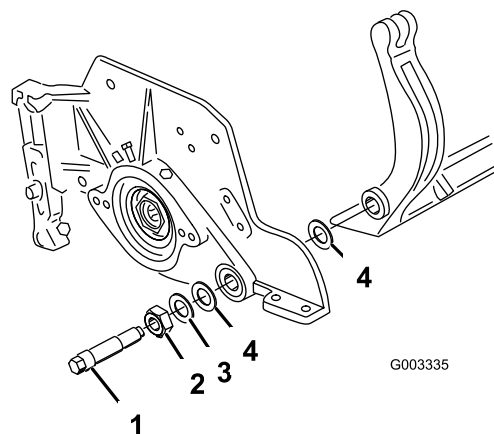
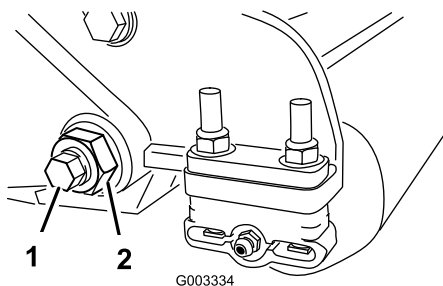

図 27
図 26
- ベッドバー・ボルト（図 26）を固定しているロックナット（機体両側）をゆるめる。
- 各ベッドバー・ボルトを抜いて、ベッドバーを下に引き抜いて外す（図 26）。ベッドバーの両端にナイロン・ワッシャとスチール・ワッシャが2枚ずつあるので注意する（図 27）。
- ベッド・バー・ボルト（とボルトについているナット）とワッシャ6枚で、ベッド・バーを各サイド・プレートに固定する。ナイロン・ワッシャはサイド・プレートの両側のボスに嵌め込む。その外側からスチール製ワッシャを取り付ける（図 27）。ベッドバー・ボルトを3.7~4.5 kg.m にトルク締めし、外側のスチール製ワッシャの遊びがなくなって回らなくなっているが、サイドプレートを変形させるほどには締めすぎない程度に、ロックナットを締め付ける。内側のワッシャには遊びがあってよい。